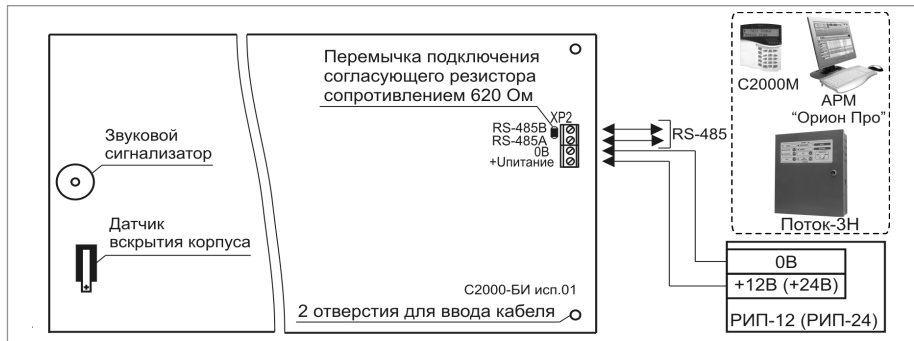

Рисунок 7. Схема внешних соединений блока «С2000-БИ исп.01»
2. Подключение соединительных линий выполняйте в соответствии с проектной документацией и схемой на рис. 7.